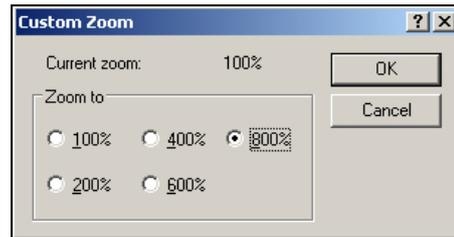

Figura 5-58: Personalizar zoom
- 2 Vá até *Exibir > Zoom > Personalizado*. A caixa de diálogo *Personalizar zoom* (veja Figura 5-58 na página 5-67) aparece.